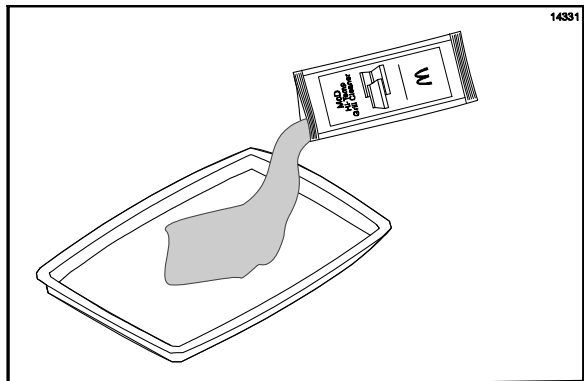

Figure 87
13. Ouvrir un paquet de **nettoyant grill haute température McD (HTGC)**. Vider le contenu dans un plateau repas ou un plateau en acier inoxydable (Cf. Figure 87).